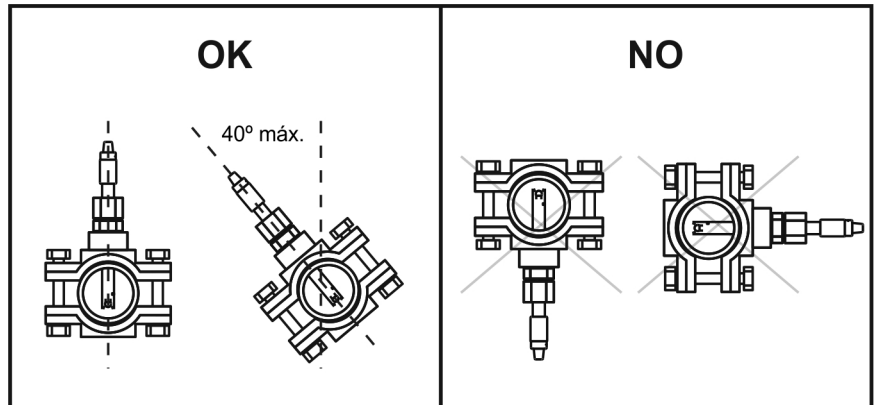

Fig 9.
- **Instalar siempre los sensores de pH/ORP preferiblemente en posición vertical o con una inclinación máxima de 40° (Fig. 9).**